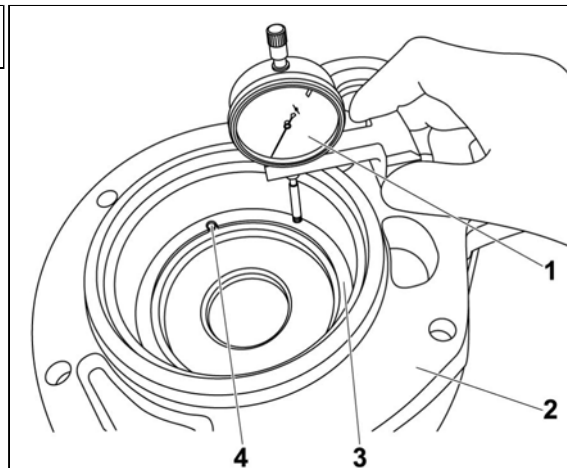

Рис. 4.13 Измерение расстояния от торца задней крышки
5. Под шайбу **3** (Смт. Рис. 4.13) вложить ограничительные шайбы надлежащей толщины и запрессовать внешнее кольцо подшипника.